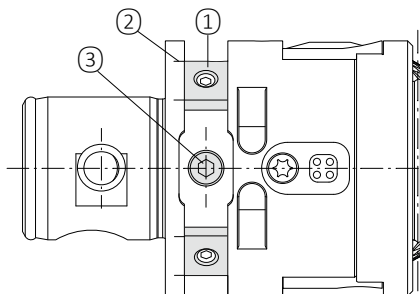

Fig. 11
**4.3 Équilibrage (Fig. 11)**
**Il est interdit d'utiliser l'outil sans la vis de fermeture ③ (Fig. 11) freinée par collage à l'entrée de la rainure d'équilibrage.**